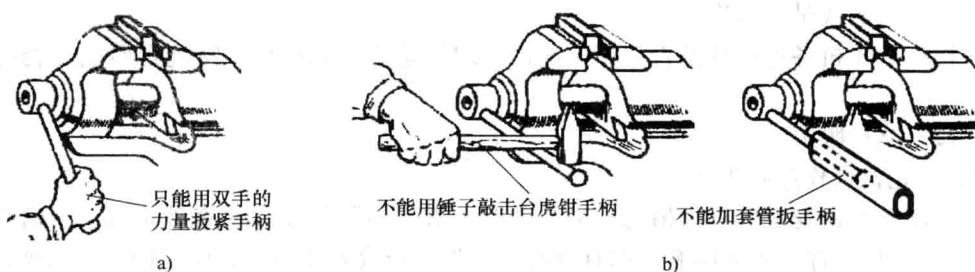

图 1-7 台虎钳手柄的使用要求
- 3) 夹紧工件时只允许依靠手的力量来扳动手柄，绝不能用锤子敲击手柄或随意套上长管子来扳动手柄，以免丝杠、丝母或钳身损坏，如图 1-7 所示。